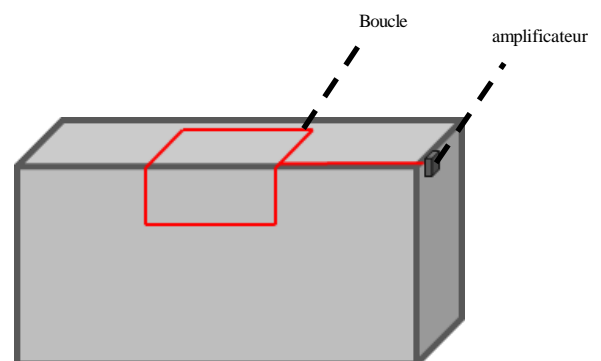

Figure1.
1. Placez la boucle sur la partie verticale et horizontale du comptoir comme indiqué sur la figure 1. Ce type d'installation permet de garantir une meilleure couverture devant le guichet.